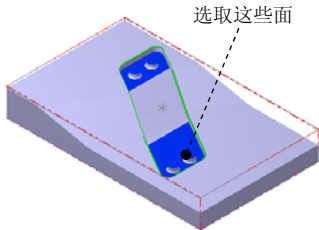

图 14.27 选取干涉面
(2) 单击 区域中的 按钮，选取图 14.27 所示的面为干涉面（共 6 个），然后按 Enter 键。